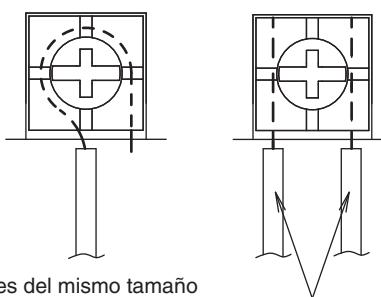

Fig. 37
- Conecte los terminales según se indica en la Fig. 37.